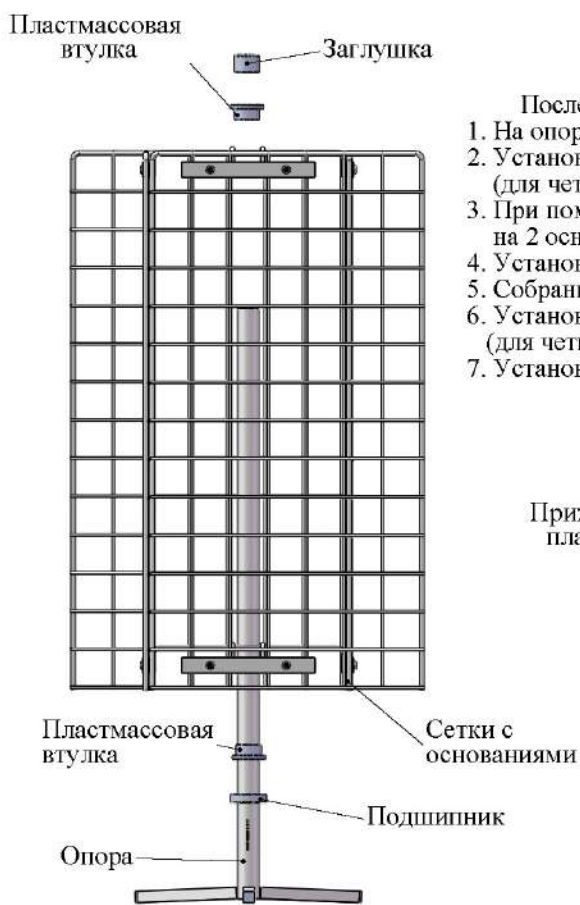

Рис.1
1. На опору настольную установить подшипник. Рис.1
2. Установить пластмассовую втулку, большим диаметром вниз. Рис.1 (для четырехугольного основания)
5. Собранный конструкцию установить на опору. Рис.1
6. Установить пластмассовую втулку, меньшим диаметром вниз. Рис.1 (для четырехугольного основания)
7. Установить заглушку. Рис.1